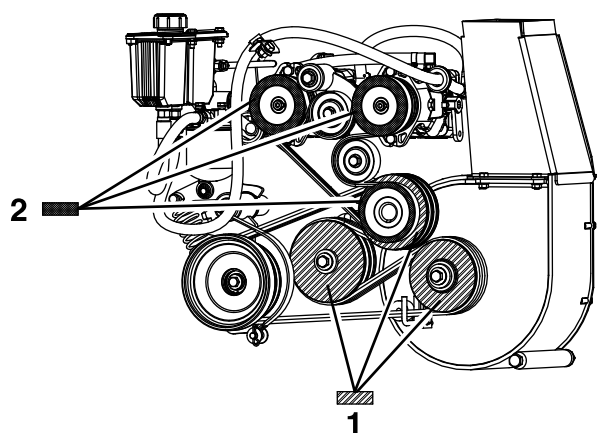

Figure 57
8. Mesurez la poulie de ventilateur pour obtenir une mesure de base, et déplacez le moteur et l'arbre intermédiaire jusqu'à ce que la surface arrière des trois poulies soit alignée à 0,8 à 1,6 mm (1/32 à 1/16 po) près (Figure 57).
4. Utilisez une règle pour aligner chaque poulie de pompe sur la poulie du moteur, en la faisant glisser sur l'arbre d'entraînement de la pompe (Figure 57).